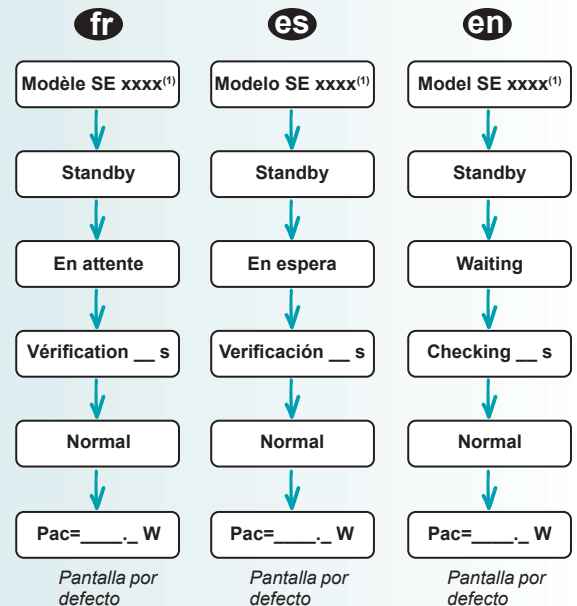

Fig. 14
- Cuando la tensión continua sea suficiente, el inversor SunEzy mostrará sucesivamente y de manera automática los datos indicados en el diagrama siguiente (Fig. 14) dependiendo del idioma configurado.